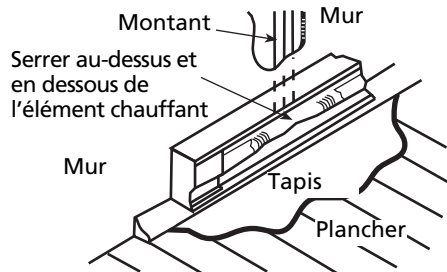

Figure 3
1. Déposer le couvercle du compartiment de câblage à l'extrémité de la plinthe chauffante, à l'entrée du câble d'alimentation. Déterminer l'emplacement de montage (Figure 3), placer la plinthe chauffante contre le mur à l'endroit prévu et marquer le mur (ou le plancher) à l'arrivée de l'alimentation électrique de la plinthe chauffante.